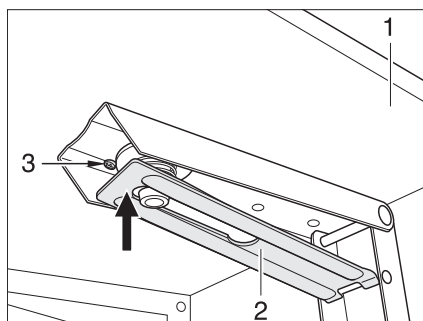

Fig. 63 Support rallonge de la banquette
- Rabattre la rallonge de la banquette (Fig. 63,1) vers le haut. Le support (Fig. 63,2) s'enclenche automatiquement dans cette position.
- Presser le support (Fig. 63,2) vers le haut dans le sens de la flèche en forçant la résistance du ressort en spirale (Fig. 63,3). La rallonge de la banquette est alors déverrouillée.